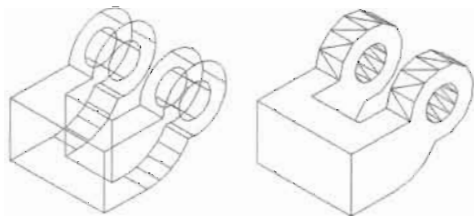

图 14-175
(11) 使用 Subtract 命令把长方体减掉, 效果如图 14-175 所示。